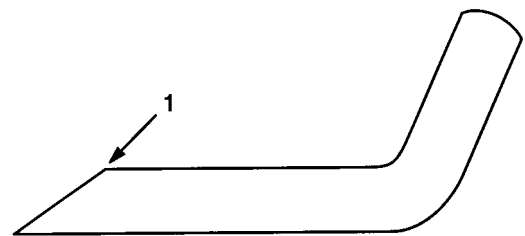

Fig. 18
3. Controllare il tagliente di tutte le lame ed affilarlo se è smussato o scheggiato. Affilare soltanto la parte superiore del tagliente, e mantenere l'angolo di taglio originale per garantire l'affilatezza (Fig. 18). La lama rimane equilibrata se viene tolto lo stesso quantitativo di metallo da entrambi i taglienti.